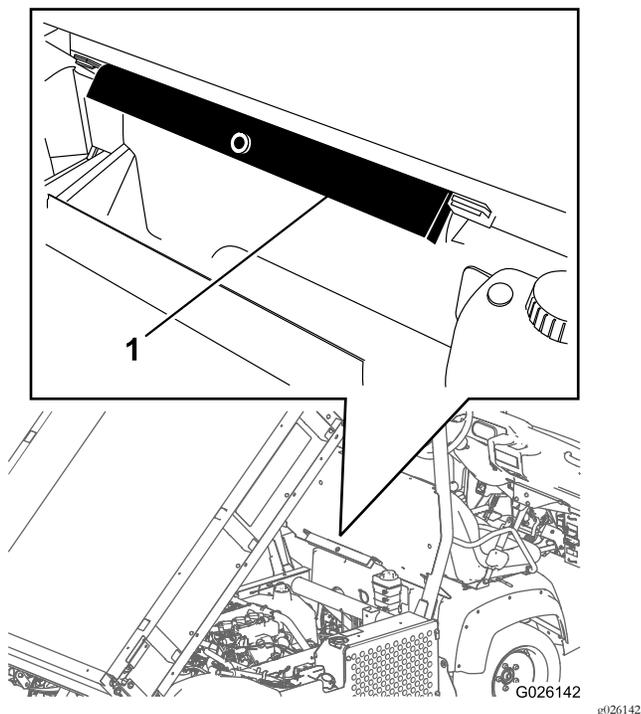

图32
2. 从 ROPS 面板背面的存放架上取下货斗支架 图32。